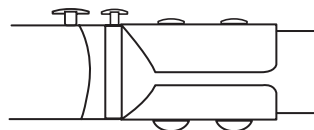

Рис. 3
4. Вставьте винт с шайбами через отверстия на зажимной опоре и стойке. Туго затяните гайку (рис.3).